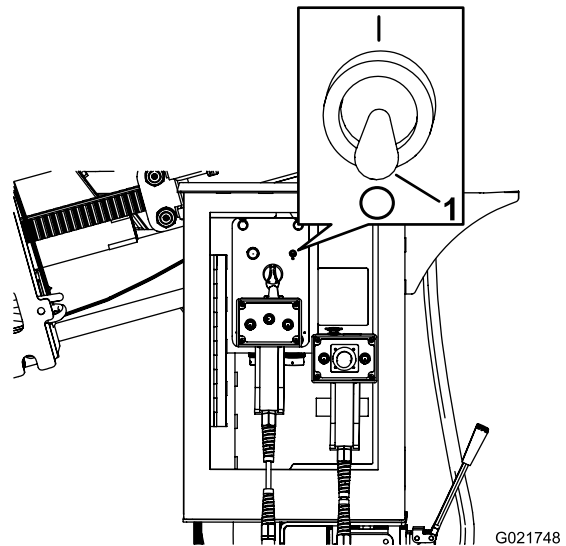

**Figure 155**
2. Vérifiez que la commande du tuyau d'arrosage auxiliaire est en position arrêt (O) (Figure 155).